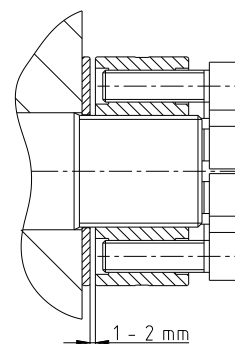

Рис. 5:
- Затем зажимную гайку (деталь 1.1) поворачивать обратно до появления зазора в 1 - 2 мм (см. рис. 5).